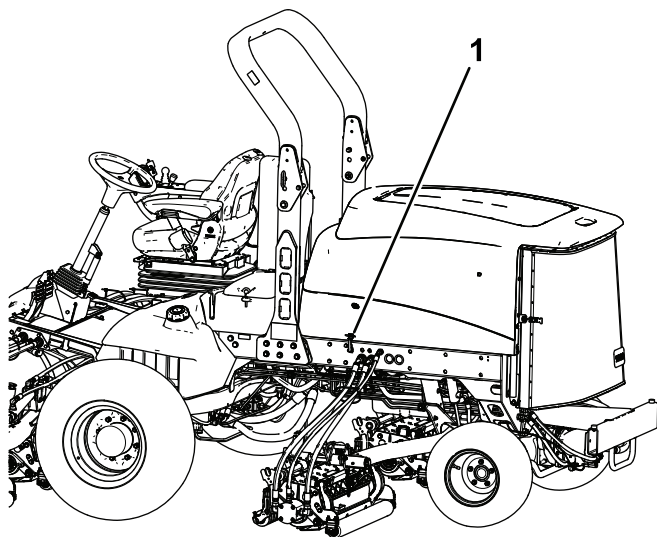

Figura 33
1. Deblocați clichetul capotei de pe colierul clichetului capotei (Figura 33).